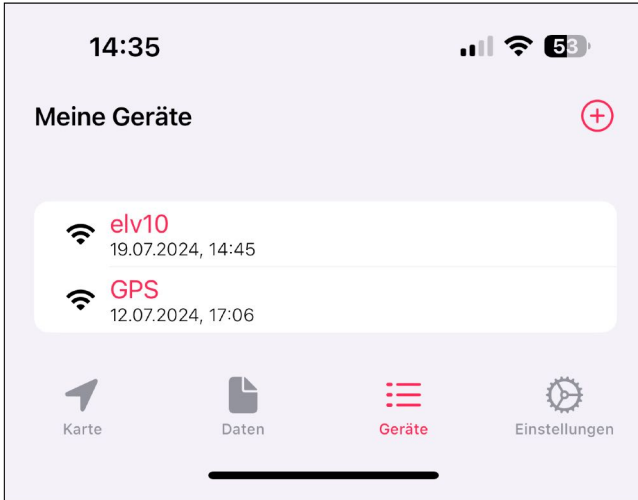

Abbildung 9.26: Geräteübersicht in der LoWTrack-App
- Der Tab **Geräte** zeigt eine Übersicht der hinterlegten Tracker und die Uhrzeit des letzten Datenempfangs (siehe Abbildung 9.26).
Im Tab **Geräte** werden alle hinterlegten Tracker und die Uhrzeit des letzten Datenempfangs angezeigt (siehe Abbildung 9.26).